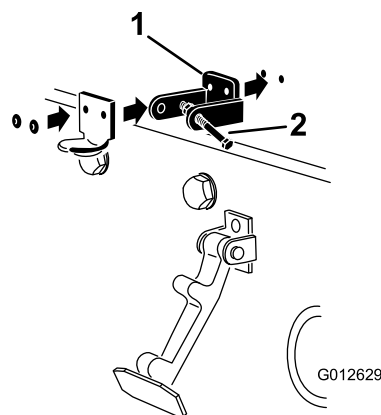

**Figura 5**
4. În timp ce alinai orificiile de montare, poziționezi pe capotă suportul de blocare CE și suportul clichetului capotei (Figura 5).
6. Nitui suportul și aibele pe capotă (Figura 5).